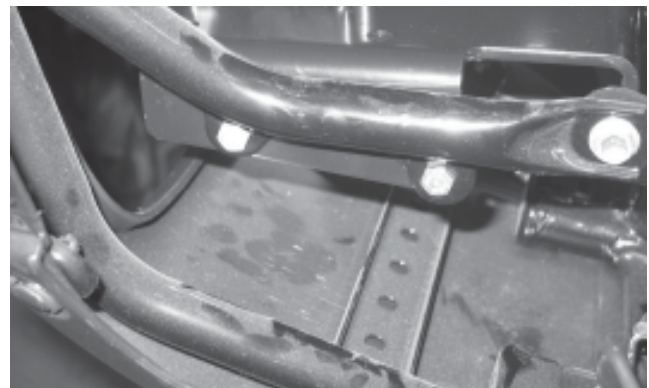

Figure 2
2. Alignez les trous du support de montage avec les trous des languettes de montage. Serrez les fixations de 5/16 po selon les couples de serrage de la page 2. Voir figure 2.